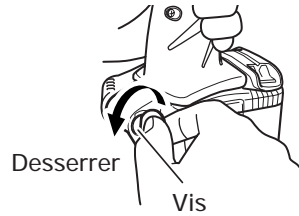

Fig. 6
- (a) Tenir fermement le boîtier de l'outil et retirer la vis à l'aide d'un tournevis pour écrou à fente ou d'une pièce de monnaie. (Fig. 6)
- (c) Fixer le crochet et le ressort de l'autre côté et serrer à fond avec la vis. (Fig. 6)